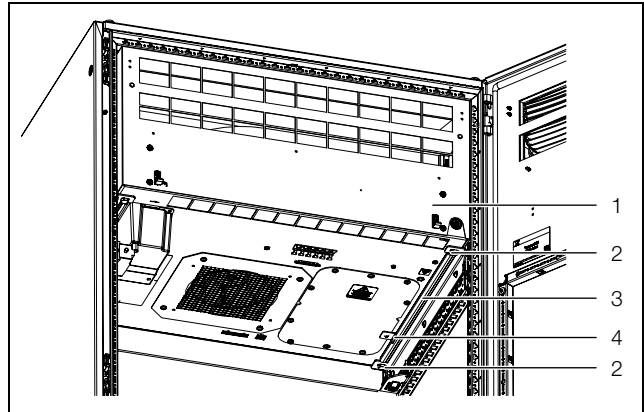

Fig. 27: Fissaggio del condizionatore
- Allentare le due viti a sinistra e a destra (fig. 27, pos. 2) che fissano il condizionatore ai profilati portanti.